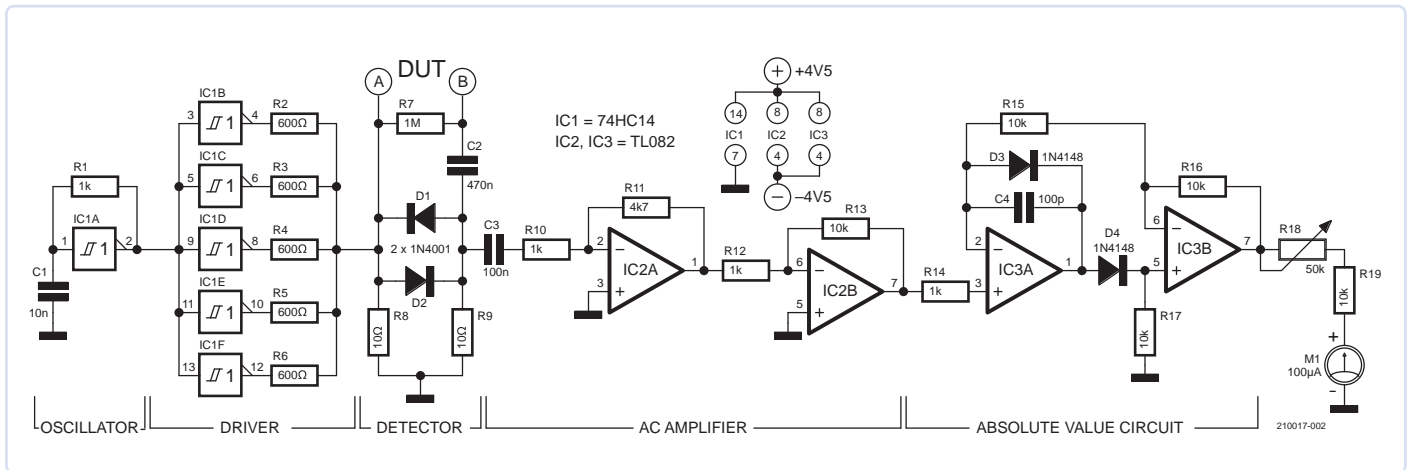

Bild 2. Die Schaltung des ESR-Meters besteht aus Teilen verschiedener im Internet gefundener DIY-Entwürfe.
**Bild 2** zeigt eine Vielzahl von Reed-Schaltern und Reed-Relais.
Bild 2. Eine Auswahl von Reed-Relais. Oben links ist ein Wechsler (zwei Kontakte am linken Ende), unten rechts ein bloßer Reed-Schalter zu sehen. Die übrigen zeigen, wie groß die Vielfalt an verfügbaren Größen und Gehäusen ist.
In der Schaltung, für die ich mich entschieden habe (Bild 2), kommen mehrere Elemente aus den DIY-Beispielen im Internet zum Einsatz. Für den Oszillator und den Impedanzwandler habe ich einen einzelnen 74HC14 verwendet, der sechs Inverter mit Hysteresis bereitstellt. Einer der Inverter fungiert als Relaxationsoszillator und die restlichen fünf Inverter als Impedanzwandler. Dieser Teil der Schaltung stammt von Lawrence P. Glaister VE7IT [1].